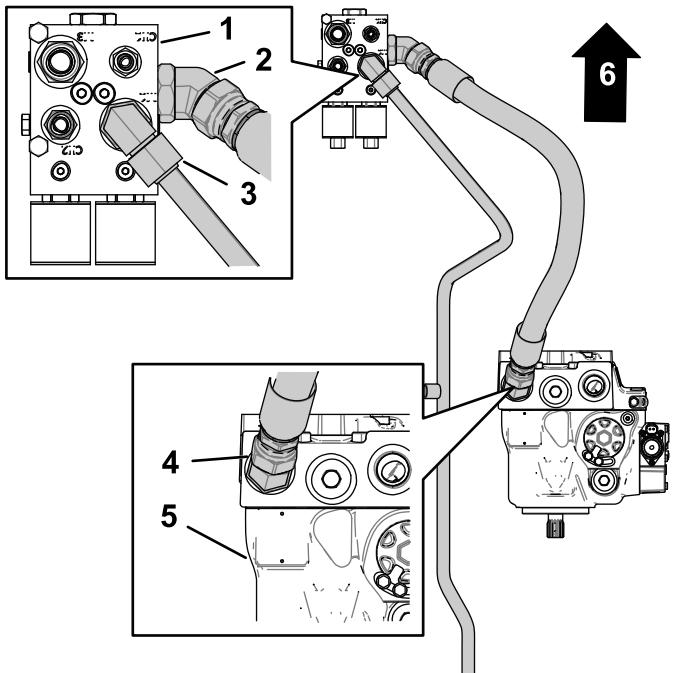

图 8
1. 将后牵引管的前管螺母与分流器歧管的弯头对齐 图 7 和 图 8。